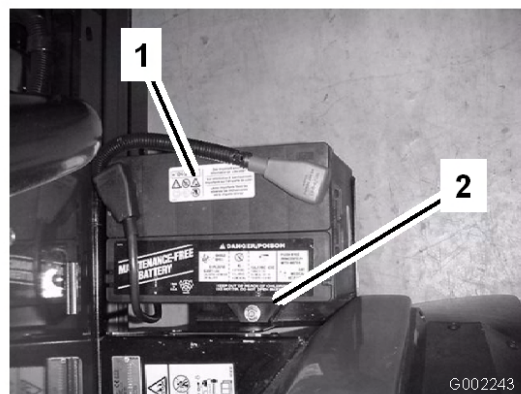

Figura 46
2. Togliete la cinghia della batteria e i dispositivi di fermo (Figura 46).
3. Montate la cinghia della batteria e fissatela con i dispositivi di fermo tolti in precedenza (Figura 46).